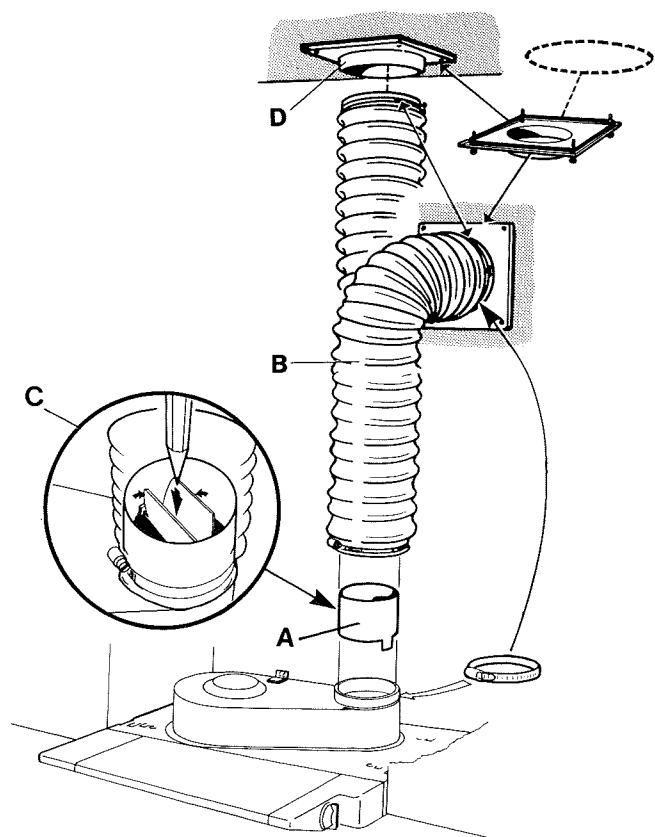

FIG 4
- Tag ut klaffarna (B) ur spjällsätet (A) genom att böja dem som bilden visar.
- Klipp av klaffarna enligt anvisning (C).
- Montera spjällsätet (A) i fläktens utloppskanal (se fig 4).
- Tryck med en penna eller liknande i skarven mellan klaffarna (se fig 4), dessa skall nu lätt kunna fällas rakt upp. Om inte, kontrollera att inte någon av klaffarna blivit upp- och nervänd eller hamnat utanför sitt infästninghål.
Anslutning till imkanal (se fig 4)
När fläkten är uppsatt skall **ventilationsslangen** anslutas till imkanalen. (Se fig 4.) Detaljerna finns i den trumsats som är extra tillbehör till spis-fläkten.